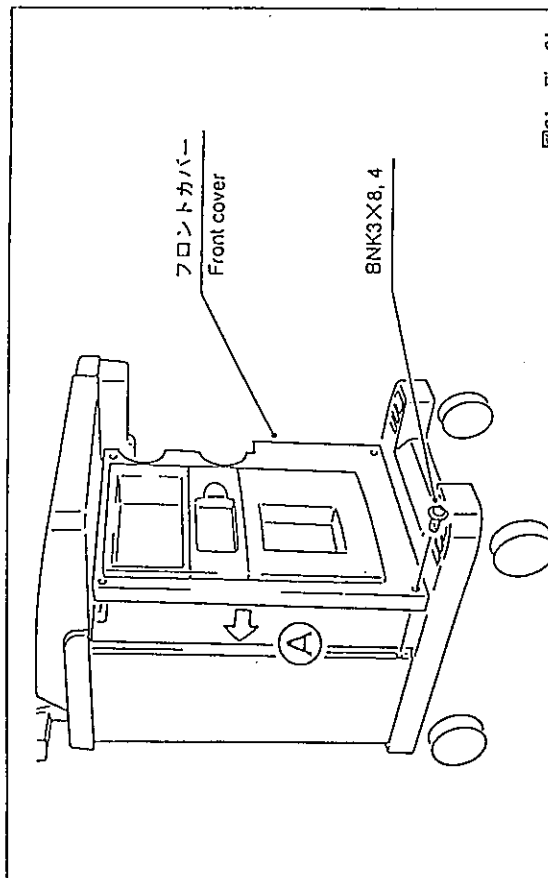

図21 Fig. 21
- (1) フロントカバーを、ねじ4本で取り付ける。(図21 ㉑)
- (1) Use 4 screws to install front cover. (㉑ in Fig. 21)